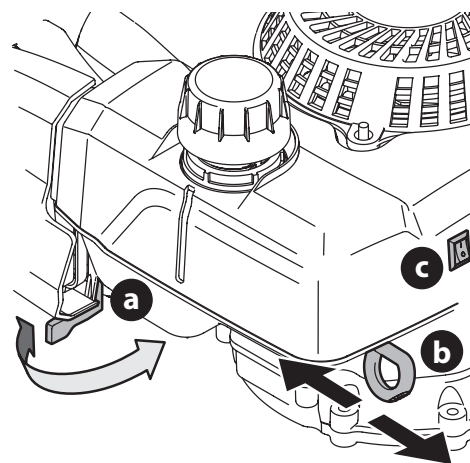

Рисунок 7
1. При наличии системы убедитесь, что топливный запорный клапан (а) находится в положении «ВКЛЮЧЕНО» (рис. 7).